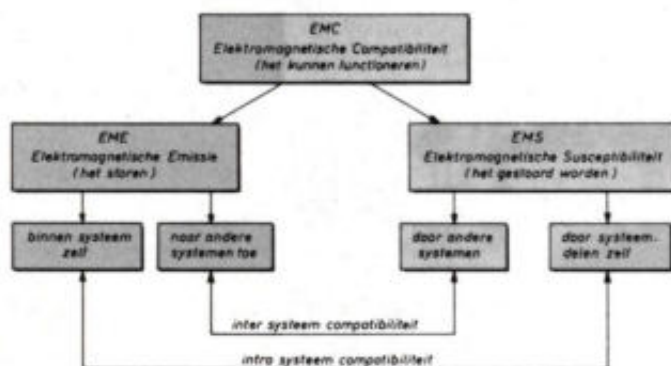

Fig. 1.
1.1. EMC/EMV (fig. 1)
1.3. EME (fig. 1)
1.4. EMS (fig. 1)